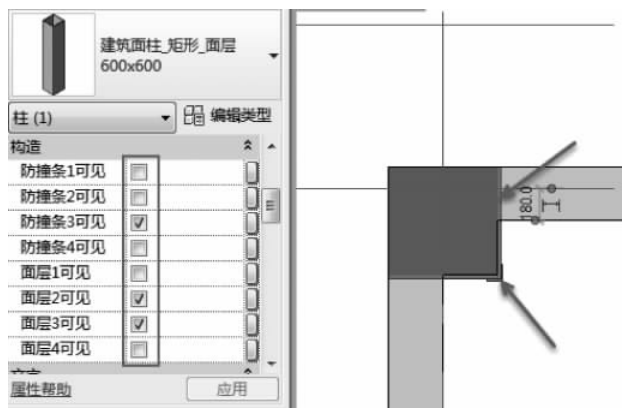

图 3-25 编辑柱构造
(5) 放大轴线①和轴线②的交点位置,查看柱属性面板的“构造”部分,勾选“面层 2 可见”“面层 3 可见”和“防撞条 4 可见”,单击“应用”,这时柱截面的上边和左边就被隐藏了,并且在建筑柱的右下角加了一个防撞条。将建筑柱放置到结构柱的位置,如图 3-25 所示。